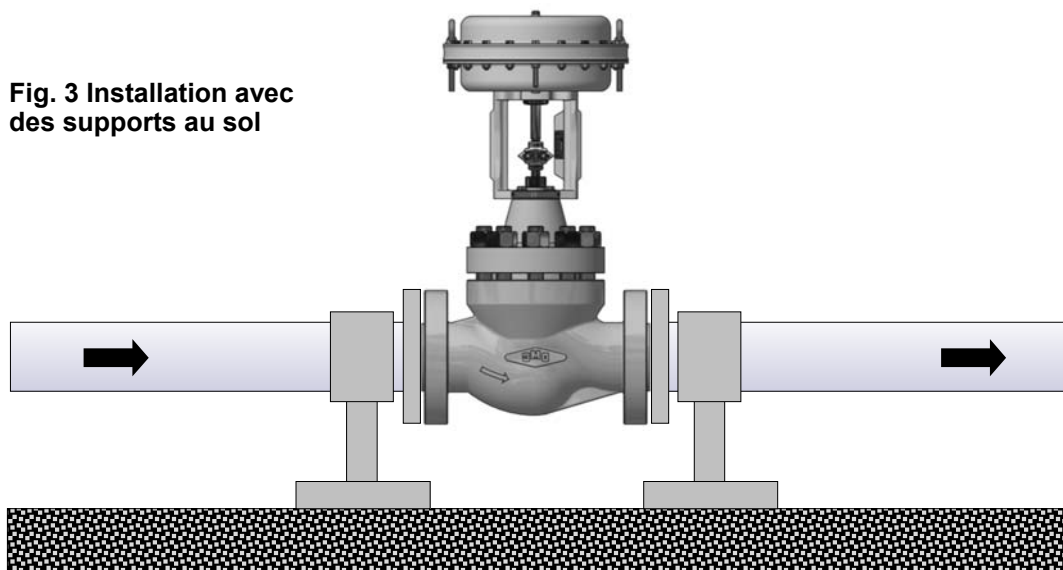

**Fig. 2 Séquence de serrage**
- ◆ Desserrer l'écrou (10) et dévisser complètement les boulons (15).
- ◆ Séparer le bonnet (9), l'obturateur complet (3)
- ◆ Enlever toute cage (5)
- ◆ Remplacer le joint d'étanchéité du piston d'équilibrage (8) en dévissant le guidage (6).
- ◆ Si nécessaire, dévisser et remplacer le siège (2) en utilisant les clés appropriées
- ◆ Insérez le nouvel obturateur dans le bonnet (9) et lubrifier la tige avec de l'huile au silicone.
- ◆ Toujours remplacer le joint du corps (11) en nettoyant soigneusement les surfaces d'appui.
- ◆ Serrer les écrous (15) d'une manière progressive et en séquence croisée, comme indiqué dans l'exemple de la Fig.2 paragraphe 2.01 en appliquant les couples indiqués au chapitre 5